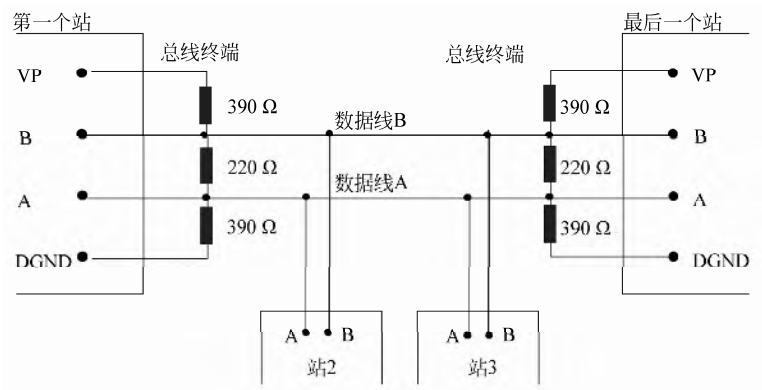

图 7-14 终端电阻的结构
(2) PROFIBUS 总线和总线终端器
① 总线终端器 PROFIBUS 总线符合 EIA RS485 标准，PROFIBUS RS485 的传输以半双工、异步、无间隙同步为基础。传输介质可以是光缆或者屏蔽双绞线，电气传输每个 RS485 网段最多 32 个站点，在总线的两端为终端电阻，其结构如图 7-14 所示。